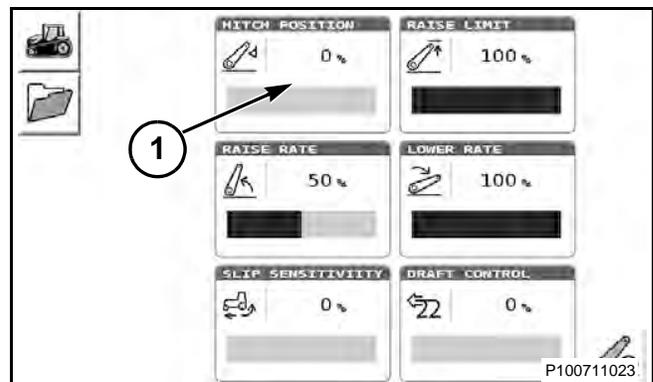

FIG. 174
FIG. 174: La altura del enganche (1) proporciona al operador la posición vertical del enganche de tres puntos. Altura del enganche es la ubicación del enganche en relación con el ajuste del parámetro de límite de levantamiento